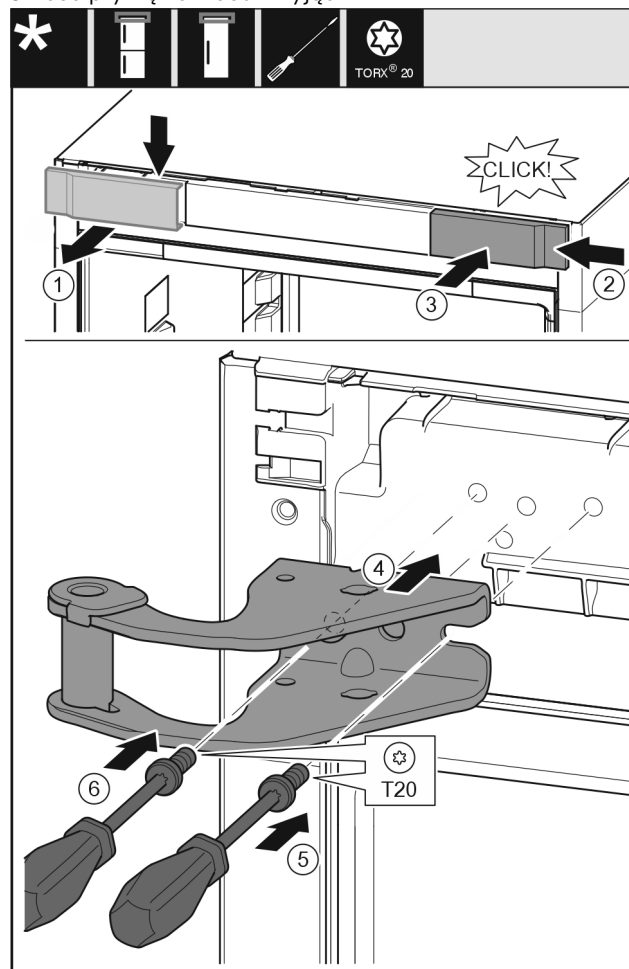

Fig. 11
- ▶ Wyjąć osłonę Fig. 11 (1) od góry do przodu.
- ▶ Założyć osłonę Fig. 11 (2) obróconą o 180° z drugiej strony od prawej.
- ▶ Założyć osłonę Fig. 11 (3).
- ▶ Przyłożyć górną płytkę zawiasu Fig. 11 (4).
- ▶ Założyć śrubę Fig. 11 (5) przy użyciu śrubokręta i mocno dokręcić.
- ▶ Założyć śrubę Fig. 11 (6) przy użyciu śrubokręta i mocno dokręcić.